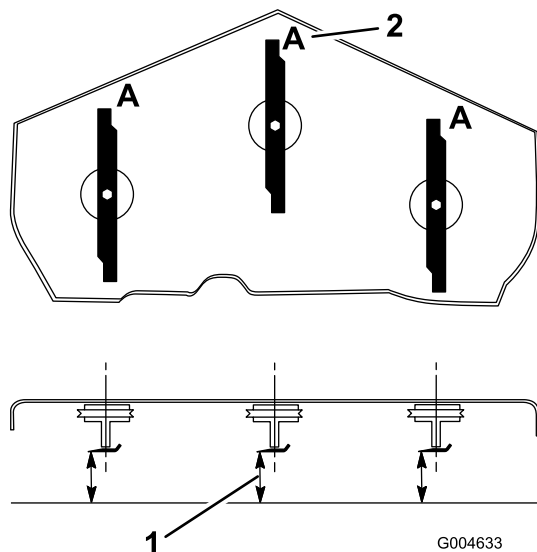

Figura 66
3. Rode as lâminas até as suas extremidades se encontrarem viradas para a frente e para trás (Figura 66). Meça desde uma superfície nivelada até à extremidade de corte, posição A, das lâminas (Figura 66). Anote esta medida.